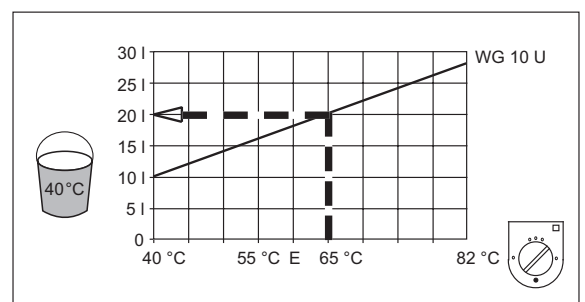

Abb. 2
Mit der Temperatur wählen Sie auch die erreichbare Mischwassermenge vor (Abb. 2).
- Große Mischwassermenge (siehe Abb. 2).